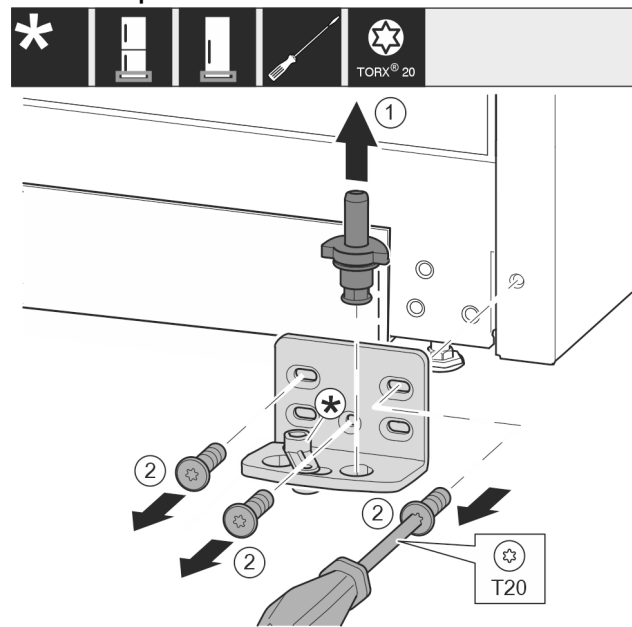

Fig. 12
- ▶ Extrageți complet boltul de lagăr în sus. Fig. 12 (1)
- ▶ Extrageți prin rotire și detașați șuruburile cu șurubelnița T20. Fig. 12 (2)